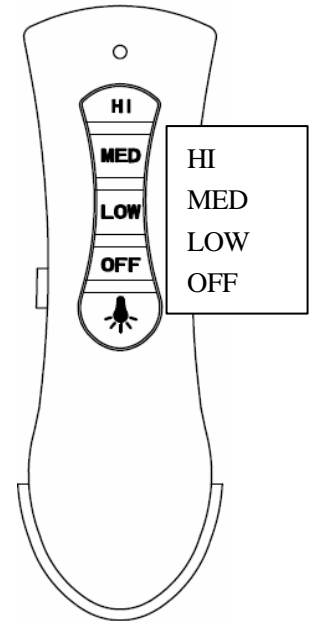

Fig. 11b
3. Fare scorrere il telecomando all'interno del supporto (Fig. 11b).